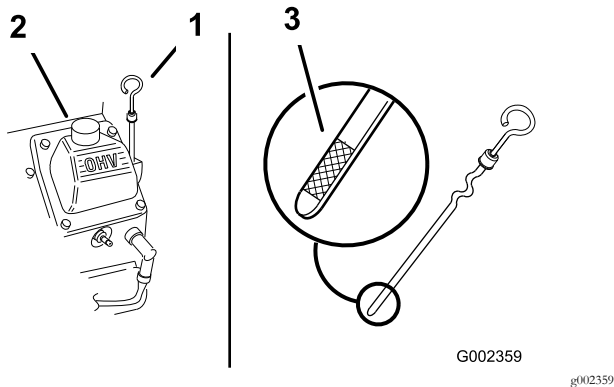

Bild 16
2. Reinigen Sie den Bereich um den Ölpeilstab (Bild 16), damit kein Schmutz in den Einfüllstutzen gelangen und den Motor beschädigen kann.
3. Nehmen Sie den Peilstab heraus und wischen Sie ihn ab. Stecken Sie ihn dann ein (Bild 16).
Der Ölstand sollte an der Voll-Marke am Metallende des Ölpeilstabs liegen (Bild 16).
5. Wenn der Ölstand unter der Voll-Marke liegt, nehmen Sie den Fülldeckel ab (Bild 16) und gießen Sie genug Öl